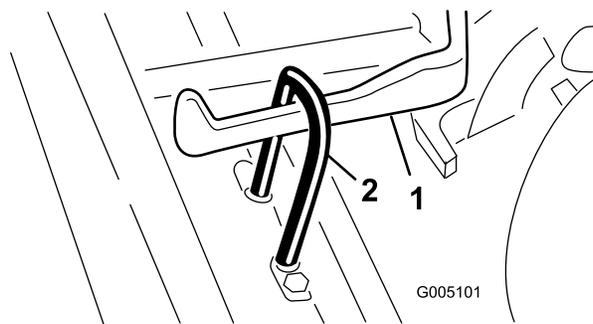

図 7
2. カッティングユニットをプルフレームの下に引き入れ、吊り輪フックを昇降アームに引っかける 図 7。